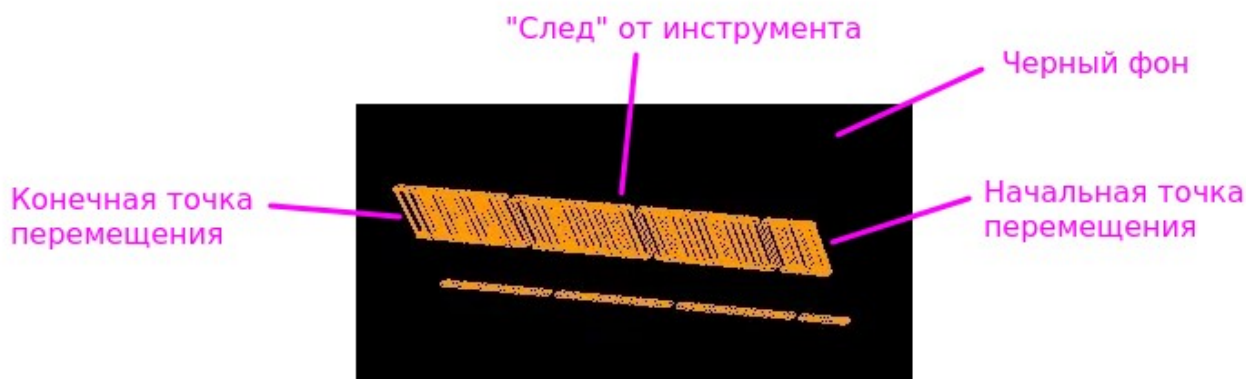

Рисунок 22: Некорректное построение визуализации
- 1) фон изображения всегда черный, независимо от настройки цветовой схемы (меню *Сервис* → *Настройки* → *Цвета*) (см. рис. 22);
- 2) при перемещении инструмент «оставляет за собой след» (см. рис. 22);